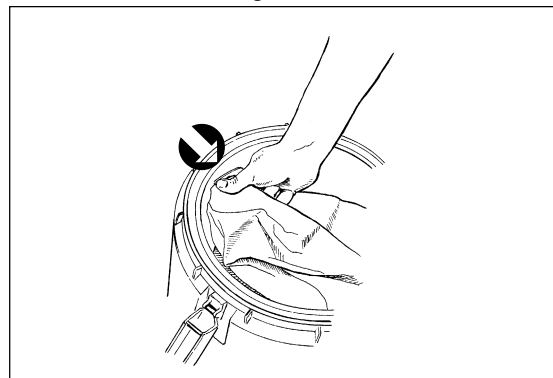

Figura 10
8. Viene fornita anche una sacca in carta monouso. Per usare questa sacca, rimuovere la testa del gruppo di aspirazione e montare la sacca di raccolta polvere inserendo il deflettore del gruppo di aspirazione nella base di montaggio sulla sacca. La sacca è montata correttamente sul deflettore se la tenuta in gomma è inserita nella scanalatura del deflettore. Vedere la Figura 10. **NOTA:** dopo il trasporto, verificare sempre che la sacca sia nella posizione corretta. Un posizionamento improprio della sacca potrebbe causare l'ingresso di polvere nel serbatoio di aspirazione.